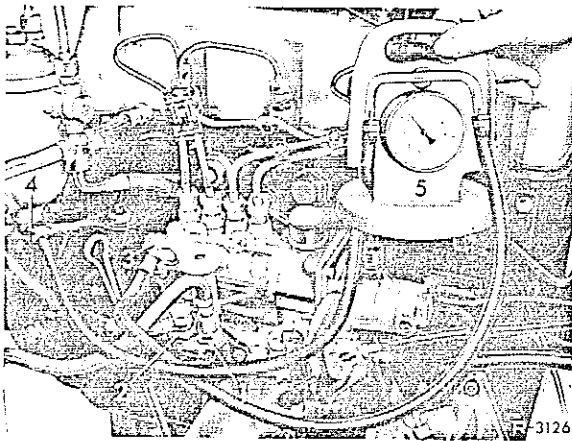

Fig.00-12/1
1. Sluit het controlegereedschap aan tussen de brandstofafvoer (4) van het hoofdfilter en de brandstoftoevoer (3) van de brandstofpomp (fig.00-12/1).